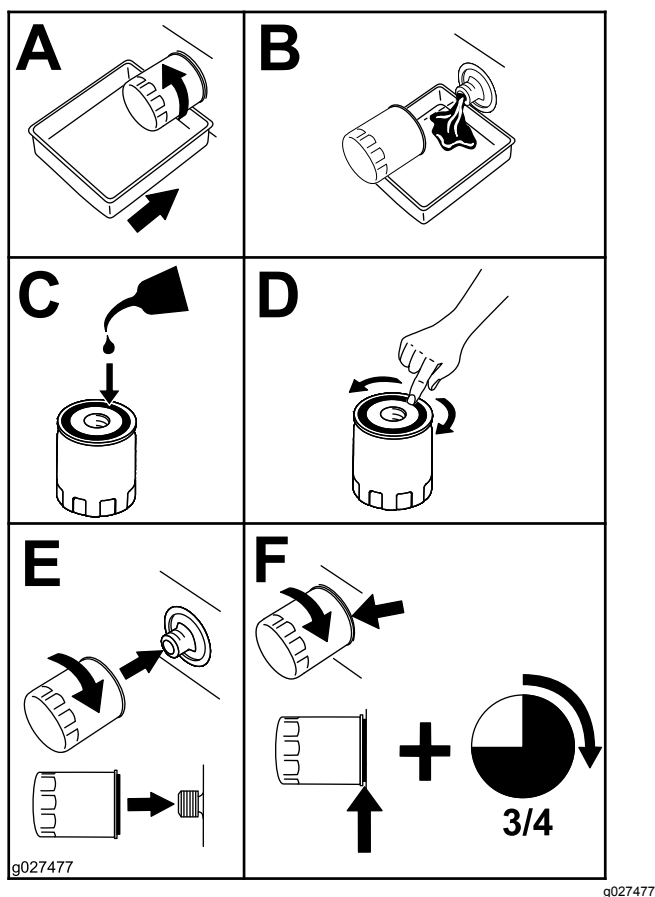

Figura 51
2. Sustituya el filtro de aceite del motor (Figura 51).